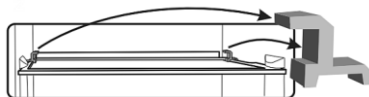

Fig. 5
9. Fjern alle røde elementer fra hylderne (fig. 5), de er kun nødvendige til transport.